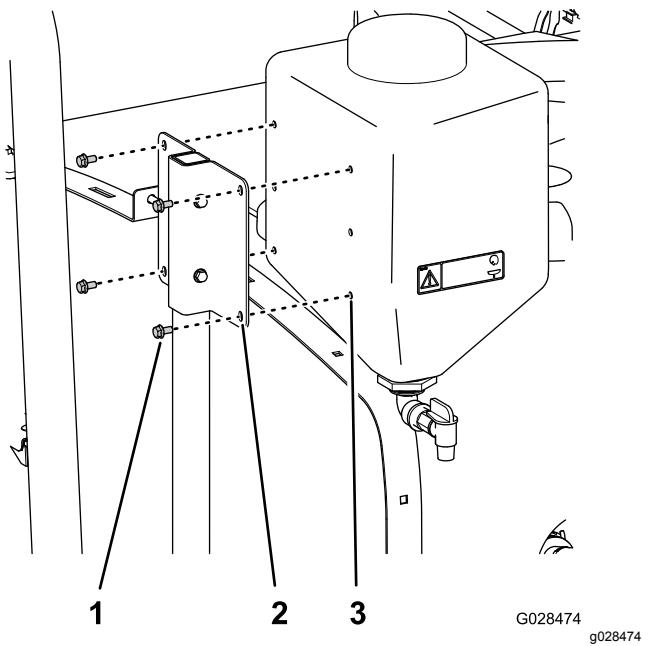

Figure 37
- Alignez les inserts filetés du réservoir d'eau douce et les trous du support du réservoir (Figure 37).
- Fixez le réservoir d'eau douce au support (Figure 37) au moyen de 4 boulons à embase (5/16" x 5/8").